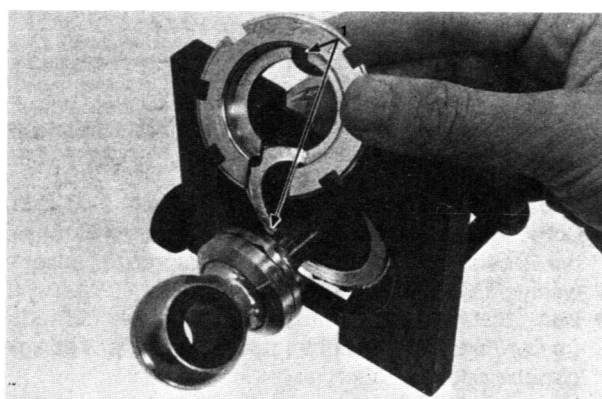

Bild 182
- Zum Einsetzen des Federeinstellers das Spezialwerkzeug «Federbeinzusammendrucker» wie beim Ausbauen verwenden. Den Zapfen (1) am oberen Augenring auf die Aussparung im Einsteller ausrichten (Bild 182).